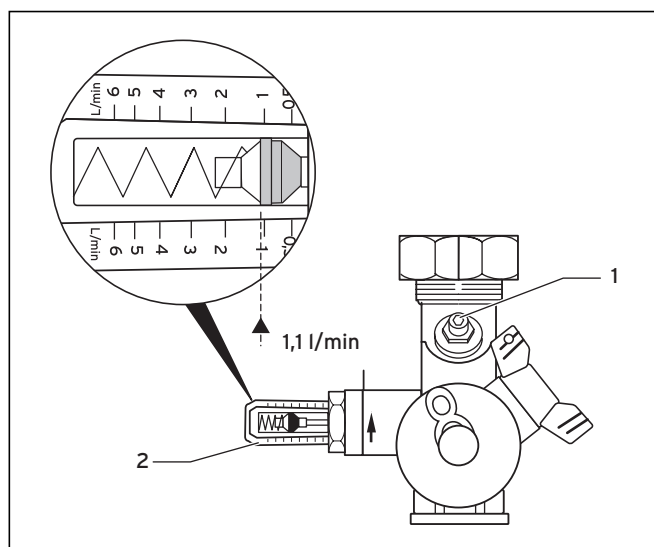

Abb. 5.1 Einstellen des Durchflusses
- Nehmen Sie mit einem Innensechskantschlüssel die Einstellung des Durchflusses am Stellventil (1, Abb. 5.1) des Durchfluss-Mengenbegrenzers vor.
Den eingestellten Wert können Sie an der Anzeige (2, Abb. 5.1) des Durchfluss-Mengenbegrenzers ablesen. Die Skala des Durchfluss-Mengenbegrenzers ist in l/min eingeteilt. Sie können die Skala drehen und so den Wert leichter ablesen.